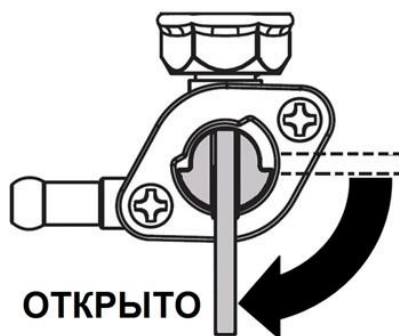

Рис.8 Кран топливного бака
1. Откройте кран топливного бака. Для этого рычаг крана переведите в вертикальное положение (Рис. 8).